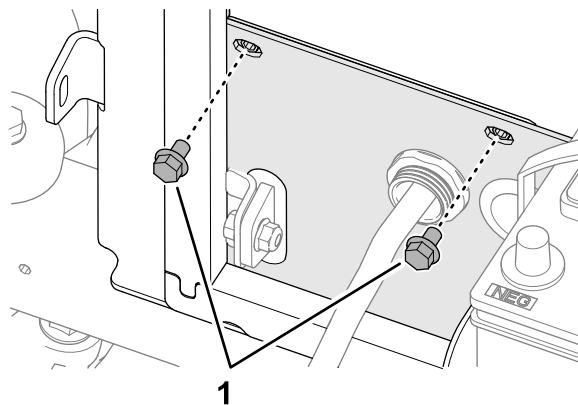

Рисунок 11
1. Отверните 2 колпачковых винта с фланцем (5/16 x 1/2 дюйма), которые крепят радиатор к кронштейну радиатора (Рисунок 11).